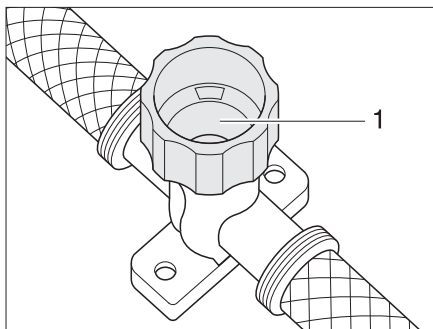

Fig. 124 Llave de desagüe para calentador Therme
- Cerrar la llave de desagüe. Para ello, girar el capuchón (Fig. 124,1) en sentido de las agujas del reloj.
- Abrir la llave de desagüe del calentador Therme. Para ello, girar el capuchón (Fig. 124,1) en sentido contrario a las agujas del reloj.